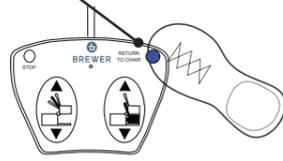

Figure 36. Descente avec retour à la présidence
3. Appuyez sur le bouton bleu pour activer la fonction Retour à la présidence (Figure 36).